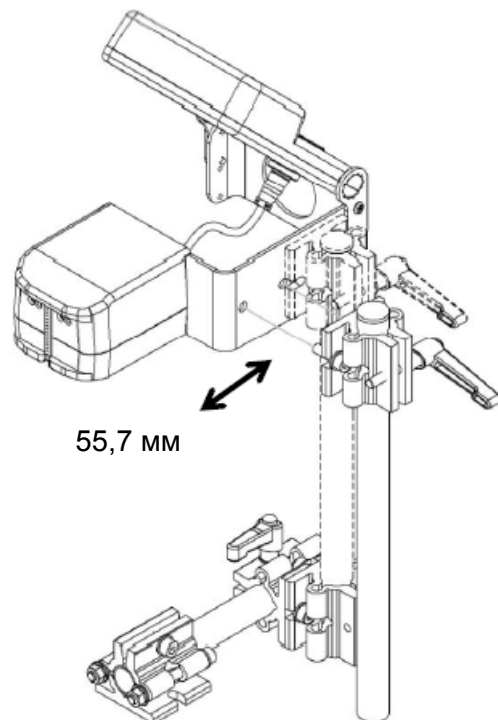

Рисунок 3-9: Расстояние смещения
Примечание: Существуют два варианта установки монтажного кронштейна принтера. Это позволяет передвинуть принтер вперед или назад на расстояние 55,7 мм. Смотрите Рисунок 3-9 на странице 3-8.
- 4 Введите кабель внешне подключаемого датчика через отверстие в крышке. Общая длина провода должна быть около 140 мм (Рис. 3-9).